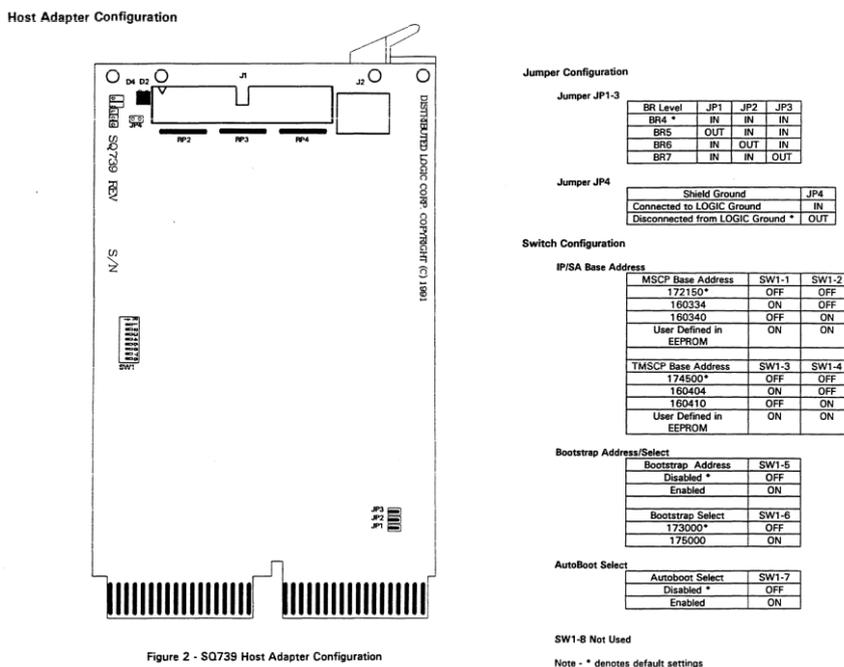

Рис. 1 Пример: настройка контроллера SQ739, согласно документации
- Настройка **адресов, портов, прерываний, функций** и всего, что может быть настроено переключками на плате (Рис. 1)